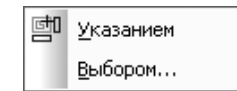

Рис. 4.161. Всплывающее меню пункта **Вид** выпадающего меню пункта **Выделить** главного меню
- **Вид** вызывает всплывающее меню, показанное на рис. 4.161;